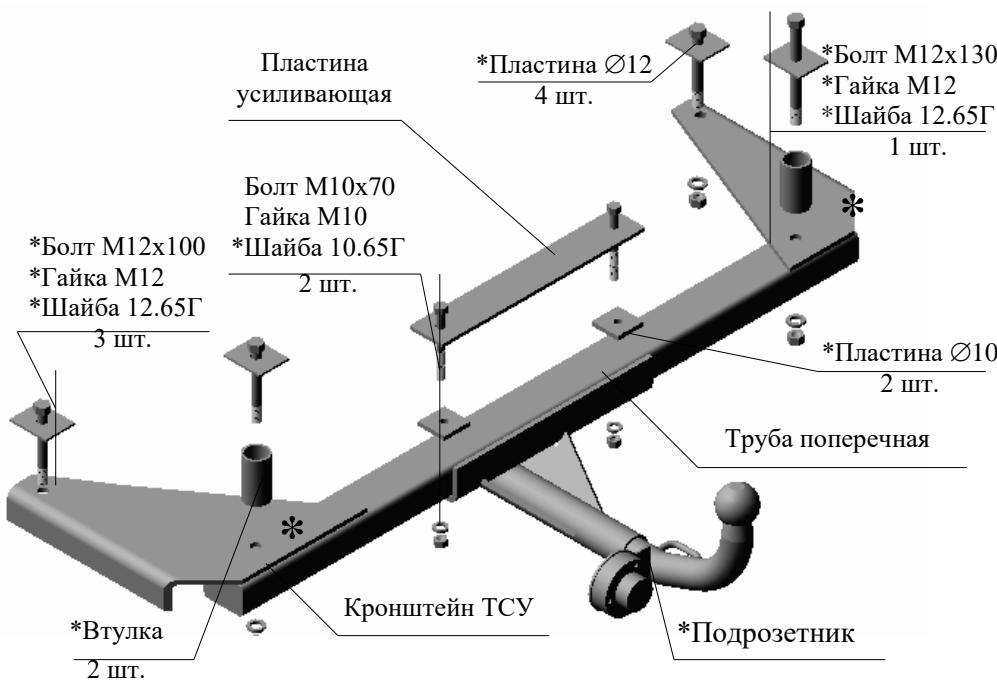

Рис.1 Тягово-сцепное устройство ТСУ 7410 ДЭУ.
2.1 ТСУ 7410 в сборе (рис.1)	1 шт.
2.2 Пакет с комплектующими (см. рис.1) Задний колпак	1 шт.
- 4.3 Прижать ТСУ кронштейнами к лонжеронам автомобиля, совместив задние отверстия кронштейнов ТСУ (на Рис. 1 отмечены *) с технологическими отверстиями в лонжеронах.
Подвесить ТСУ на два болта (см. Рис. 1). Расположить пластины Ø12 между головками болтов и полом багажника.
- 4.5 Закрепить ТСУ тремя болтами M12x100 и болтом M12x130 в соответствии с Рис.1, расположив пластины Ø12 между пластинаами ТСУ и полом багажника автомобиля.
4.6 Просверлить в полу багажника два отверстия Ø10,5...11 мм через трубу поперечную ТСУ под болты M10x80 в соответствии с Рис. 1, используя ТСУ, как кондуктор. Закрепить ТСУ двумя болтами M10x70, расположив пластины Ø10 между полом багажника автомобиля и трубой ТСУ, а усиливающую пластину - между головками болтов и полом багажника.